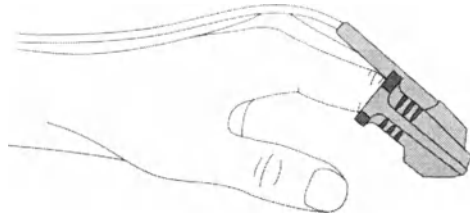
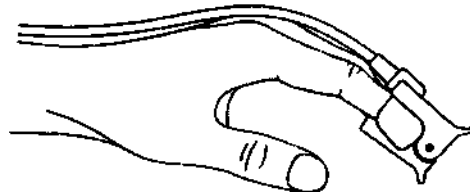
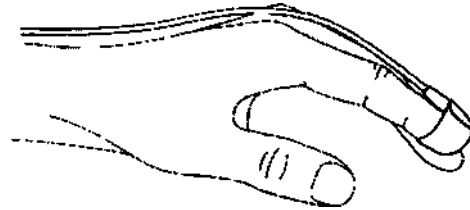

Рис. 6. Расположение пульсоксиметрического датчика SpO₂ (взрослого) на пальце пациента
Рис. 7. Расположение пульсоксиметрического датчика SpO₂ (детского) на пальце пациента
Рис. 8. Расположение одноразового пульсоксиметрического датчика SpO₂ на пальце пациента
3. Наденьте датчик на концевую (ногтевую) фалангу одного из пальцев пациента (чаще 2–3–4 пальца) (рис. 6, рис. 7, рис. 8).